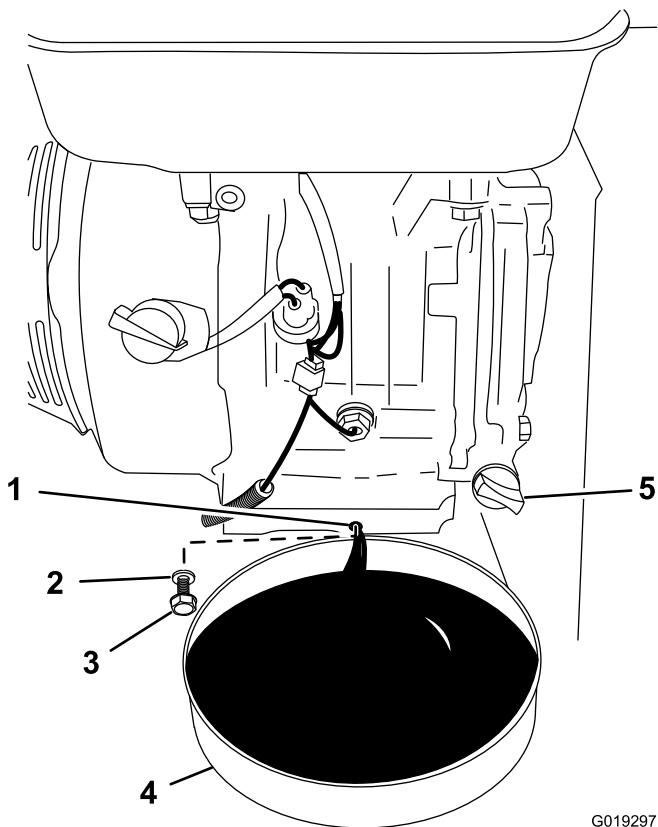

Figure 41
5. Placez un bac de vidange de 1,9 litre (2 ptes US) sous l'orifice de vidange d'huile du moteur (Figure 41).
6. Retirez le bouchon de vidange et sa rondelle, et vidangez l'huile (Figure 41).
7. Lorsque la vidange d'huile est terminée, remettez le bouchon en place, assorti d'une rondelle neuve, et essuyez les coulées d'huile éventuelles (Figure 41).
2. Enlevez le bouchon de remplissage/la jauge et versez lentement environ 80 % de la quantité d'huile spécifiée dans le moteur (Figure 41).